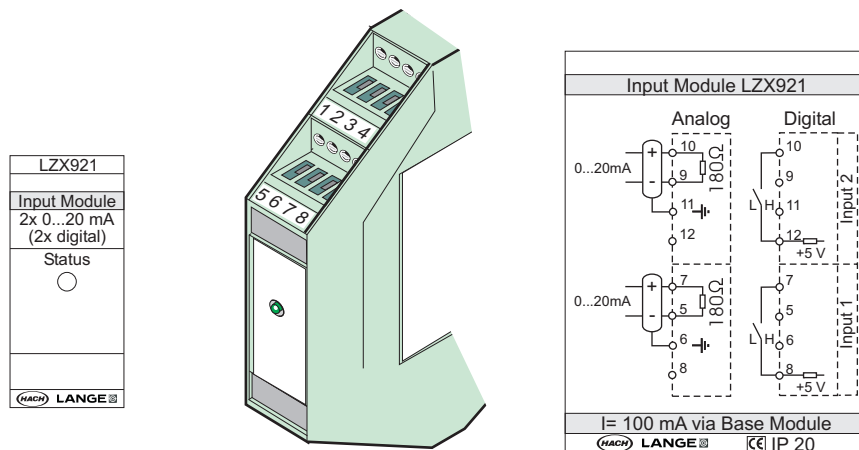

Figura 79 Módulo de entrada externo
3. Realice las conexiones adecuadas como se muestra en la Figura 79 y en la Tabla 52.